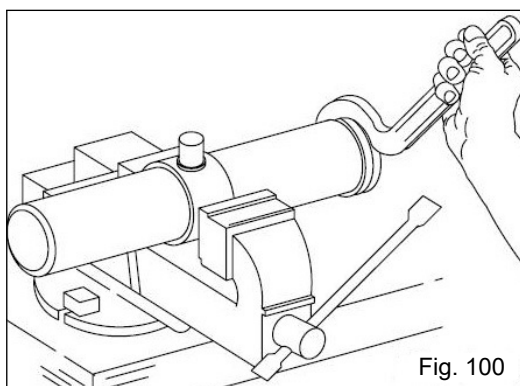

Fig. 100
- Fixe o cilindro em uma morsa (Fig. 100) e com uma chave especial, solte a porca do guia, retirando a haste com o êmbolo;